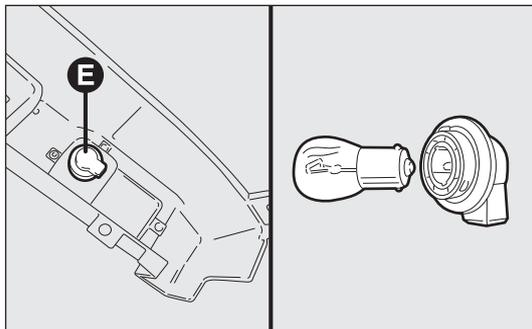

Abb. 189
- den Lampensockel E gegen den Uhrzeigersinn drehen (1/8 Umdrehung), die Glühlampe durch leichten Druck auf den Lampenkolben und Drehung gegen den Uhrzeigersinn herausnehmen („Bajonettverschluss“) und auswechseln Abb. 189.